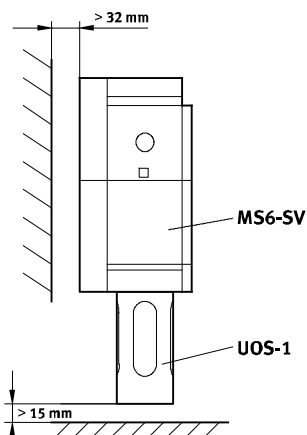

Fig. 3 Монтаж
- Расположите MS6(N)-SV-...-E-ASIS так, чтобы было достаточно места для соединения AS-i и глушителя → Fig. 3 Монтаж с глушителем UOS-1 фирмы Festo.